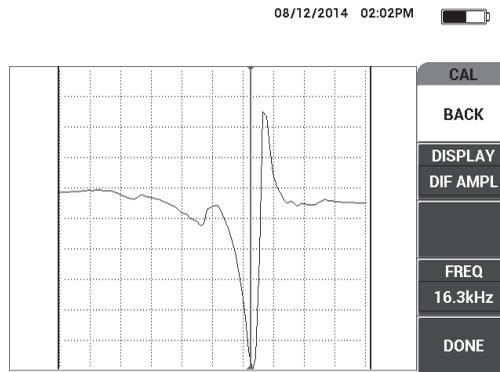

Abbildung 6-65 Auswahl der besten Betriebsfrequenz
6. Wählen Sie ggf. die beste Betriebsfrequenz für Ihre Anforderungen durch Ändern von **FREQ** (Funktionstaste D) mit dem Drehknopf aus (siehe Abbildung 6-65 auf Seite 185).